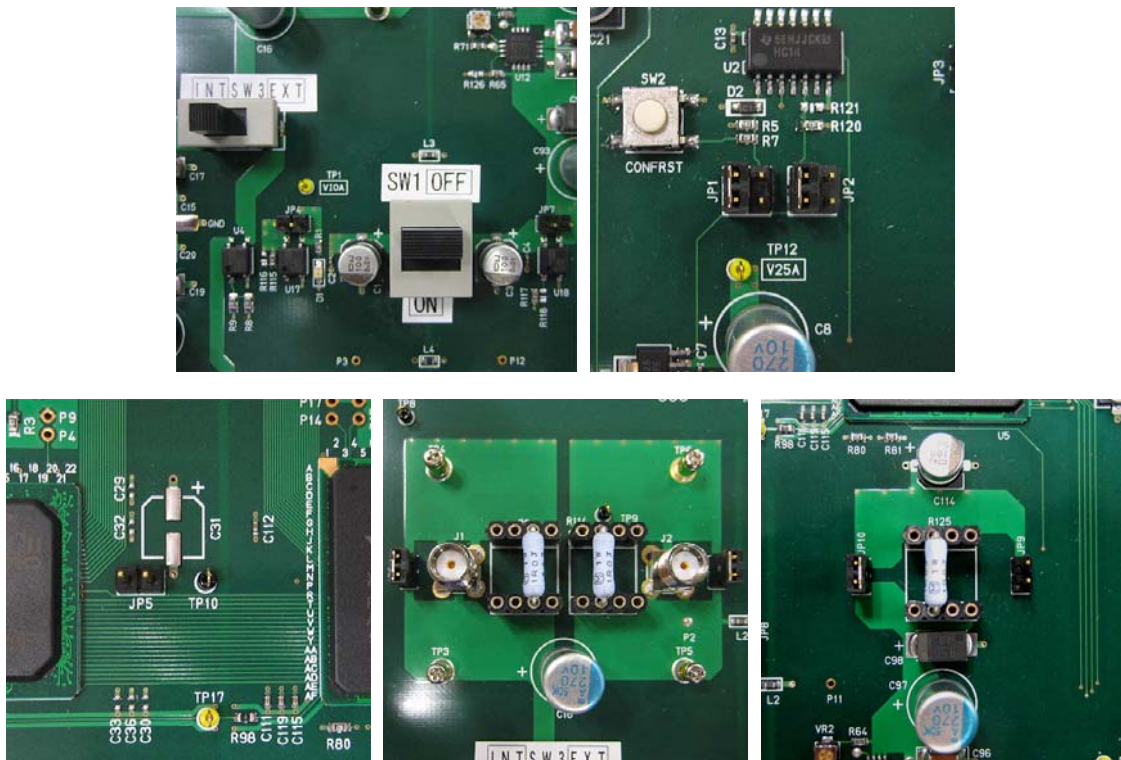

図 21 ジャンパースwitch と電源Switch の設定
③ 電源とジャンパースwitch の設定が次のようになっていることを確認する. (図 21)